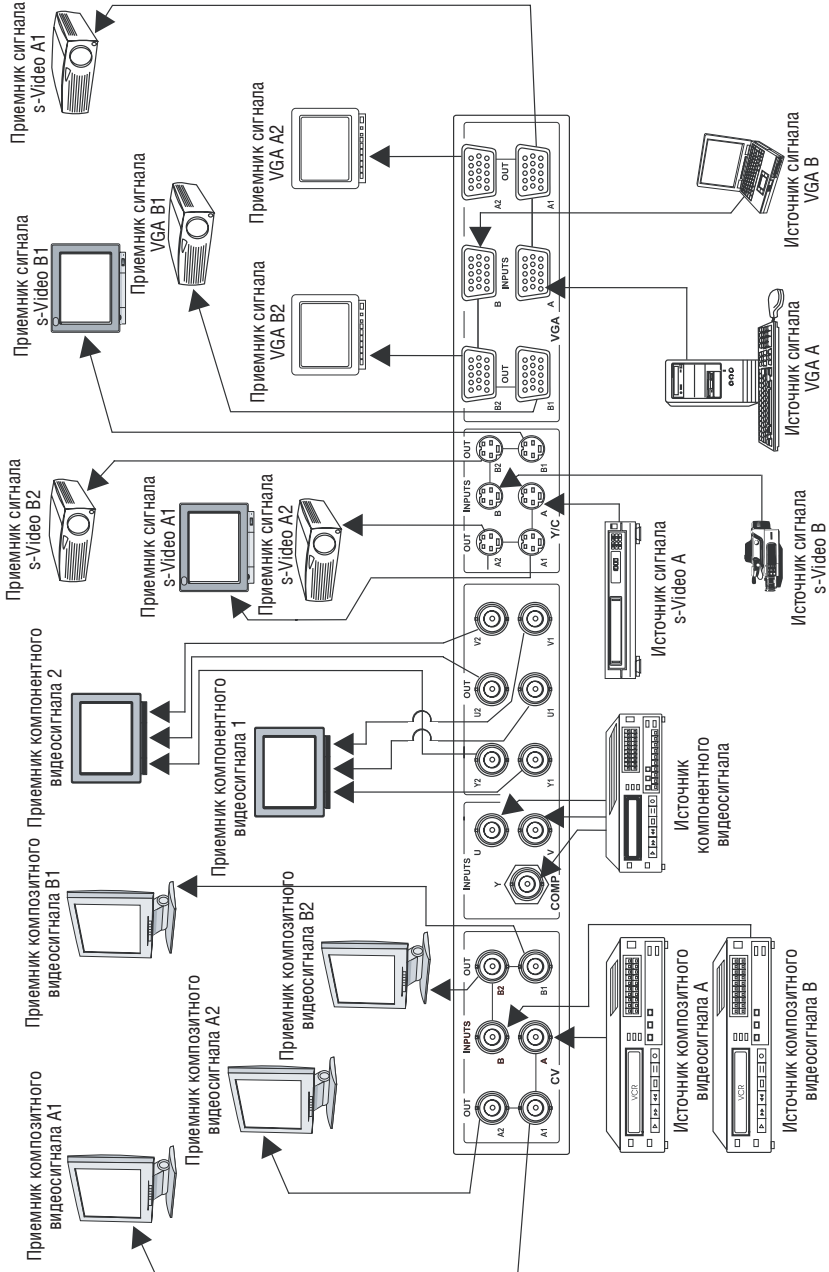

Рис. 4. Подключение к VP-72 источников и приемников сигнала
Подключение к **VP-72** источников и приемников сигнала иллюстрирует рис. 4:
5. Подключите сетевой шнур (на рис. 4 не показан) и, при необходимости, отрегулируйте коэффициент передачи и компенсацию АЧХ (см. раздел 4.3).